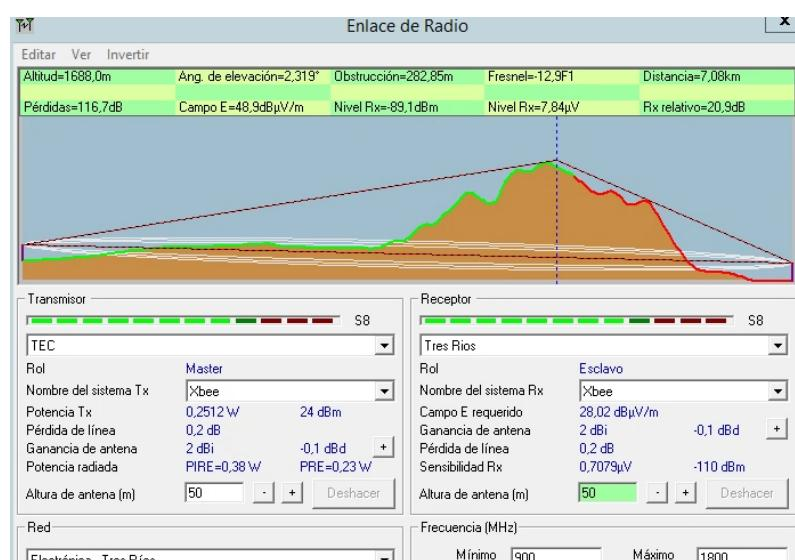

Figura 7: Datos de simulación de la red seleccionada.
12. Una vez configurado todo lo anterior para la visualización de los resultados de cada uno de los enlaces es necesario dirigirse a **Herramientas**→**Enlace de Radio** ó **F2** y ahí se pueden visualizar todos los datos del radio enlace entre nodos, así como los puntos donde es necesario poner repetidores. En la figura 7, se muestran los datos de la red simulada. **NOTA: Si desea ubicar algún punto importante en el perfil del enlace ubique con el puntero el lugar de interés y de click ahí saldrá una línea punteada.**